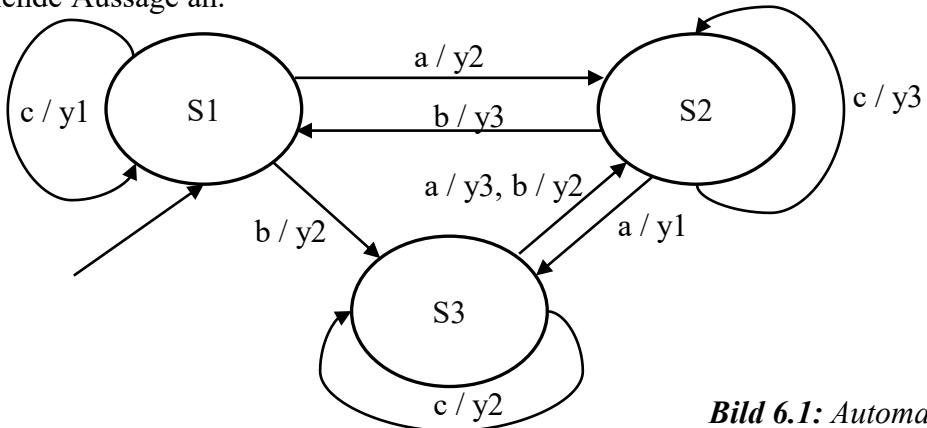

Bild 6.1: Automat
- a) Gegeben ist der in Bild 6.1 gezeigte Automat. Kreuzen Sie für I. bis III. die jeweils zutreffende Aussage an.
- b) Vervollständigen Sie zu dem abgebildeten Automaten (Bild 6.1) die gegebene Übergangstabelle.